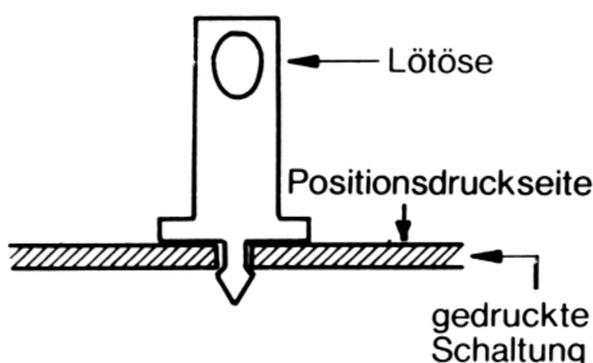

Abb. 6
2. Setzen Sie 13 Lötösen auf die gedruckte Schaltung (Abb. 4) in die nachstehend aufgeführten Löcher ein. Drücken Sie die Lötösen mit ihrem kurzen Ende von der Positionsdruckseite her fest in die Bohrungen und verlöten Sie sie mit den Kupferbahnen (Abb. 6):